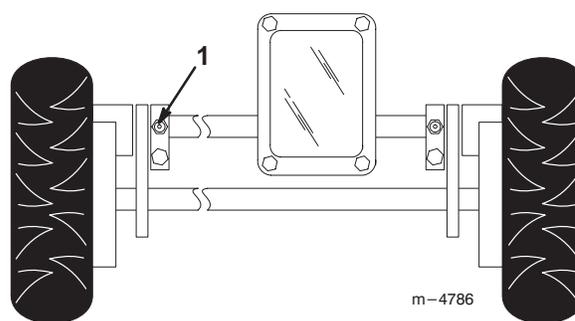

Figure 29
1. Essuyer les graisseurs à l'aide d'un chiffon propre (Fig. 29).